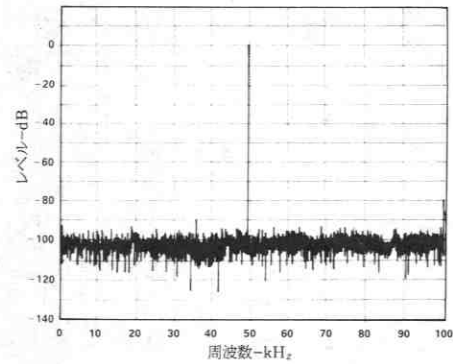

図15. 200KSPS, $f_{IN} = 49.902kHz$ 時の非平均2048ポイントFFT
2. 高周波および他の振幅の入力信号に関しては図15を参照ください。